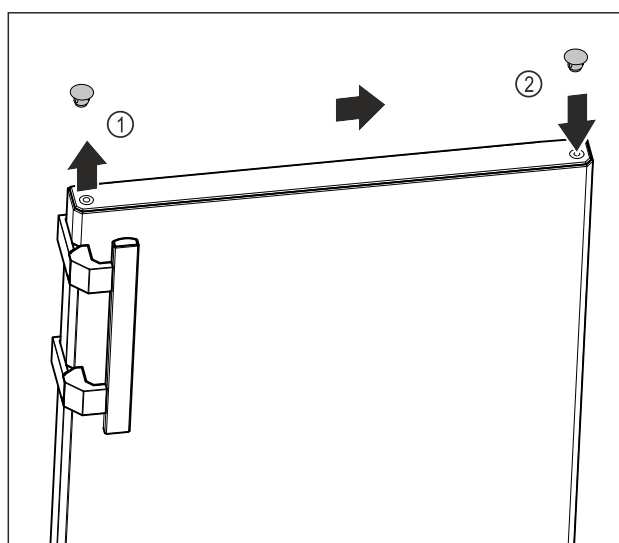

Fig. 10
- ▶ Podważyć ostrożnie zatyczkę osłonki na górze drzwi Fig. 10 (1) przy pomocy śrubokręta.
- ▶ Założyć zatyczkę osłonki po przeciwległej stronie. Fig. 10 (2)